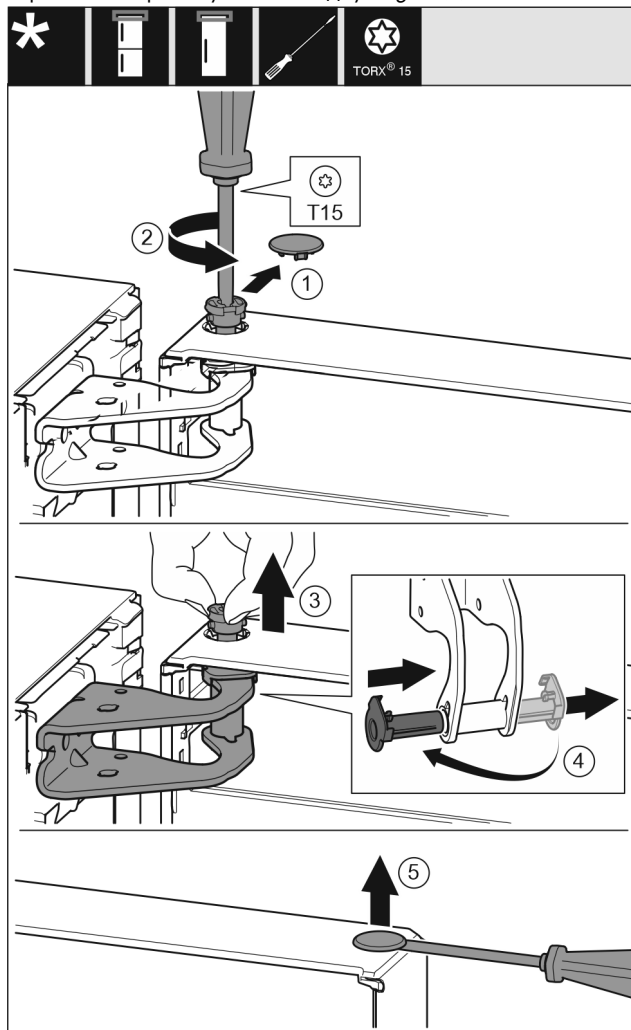

Fig. 7
- Обережно зніміть запобіжну кришку. *Fig. 7 (1)*
- Трохи викрутіть гвинт за допомогою викрутки T15. *Fig. 7 (2)*
- Притримуйте дверцята і витягніть палець руками. *Fig. 7 (3)*
- Витягніть із напрямної опорну втулку. Встановіть і зафіксуйте з іншого боку. *Fig. 7 (4)*
- За допомогою шліцевої викрутки обережно підійміть пробку із опорного втулка дверцят та витягніть її. *Fig. 7 (5)*